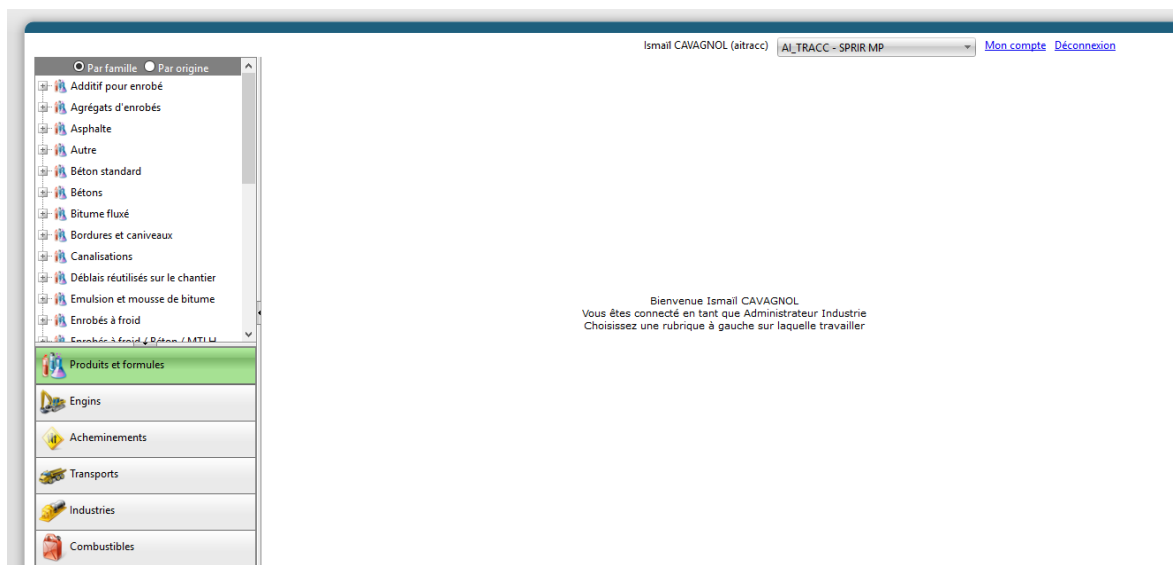

Figure 21 – Page d'accueil du profil AI
Une fois reçu le mail d'accession, l'Administrateur d'Industries (AI) peut choisir son mot de passe et se connecter en rentrant le login que l'ACEU lui a attribué. Il est donc le responsable industrie SEVE pour son EU. En arrivant sur la page d'accueil, il lui est proposé six onglets sur la gauche de l'écran (Figure 21).